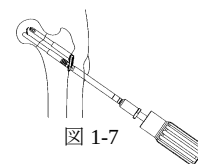

図 1-7
- トルクリミッターハンドルにて遠位のスライディング SB をフランジ部に確実にロッキングし、骨折部を固定します。(図 1-7)